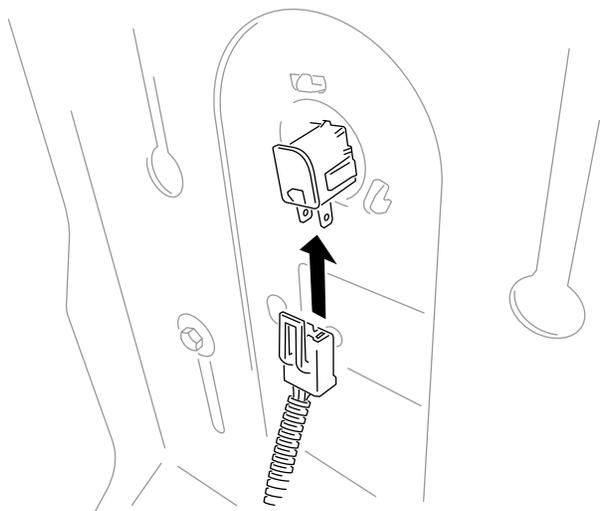

Figura 7
5. Collegate l'interruttore del sedile (Figura 7).